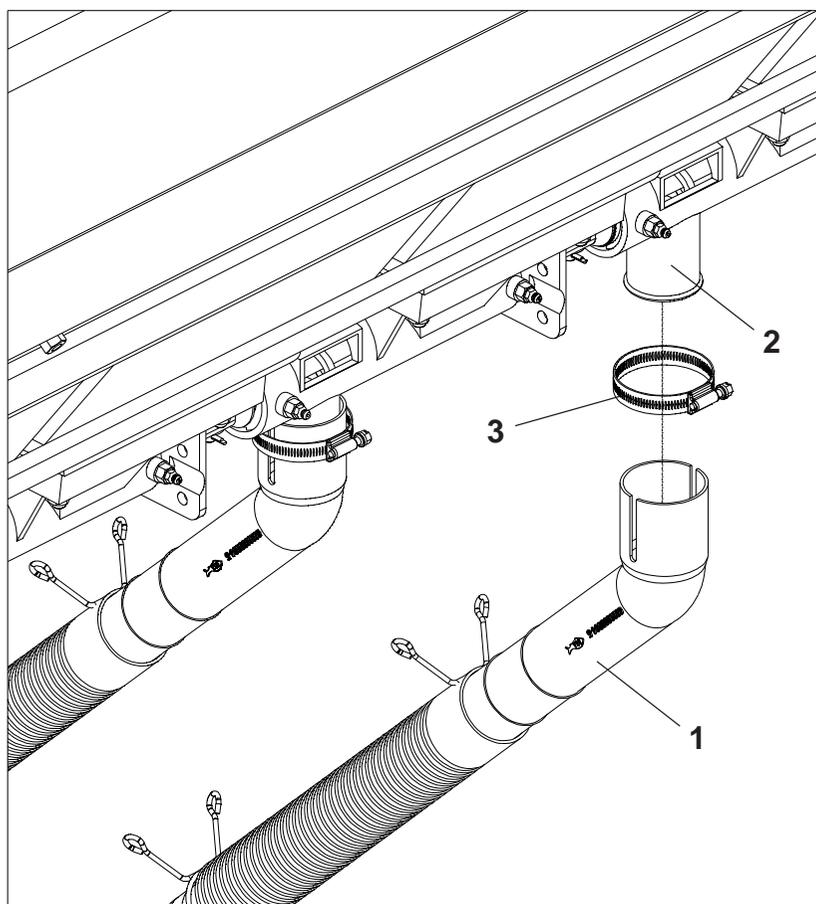

FIGURA 64
- Para conduzir o fertilizante do distribuidor até o solo, encaixe as bicas em grau (1) nas saídas do distribuidor (2) através das presilhas (3), evitando que os mesmos fiquem cruzados ou dobrados, **conforme mostra a figura 64.**